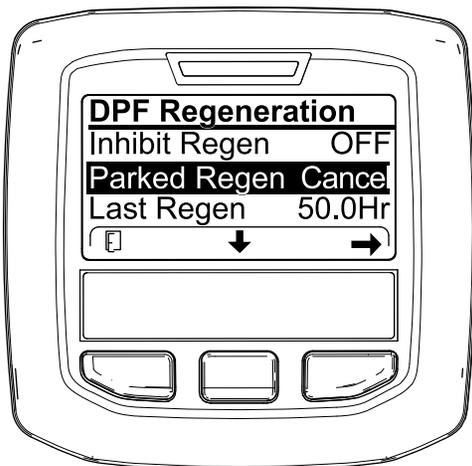

图35
1. 访问 DPF Regeneration（DPF 再生）菜单（图35）。
2. 按中间按钮可向下滚动至 PARKED REGEN CANCEL（驻车再生取消）（图35）或 RECOVERY REGEN CANCEL（恢复再生取消）选项（图36）。
3. 按右侧按钮选择 Regen Cancel（再生取消）条目（图35 或图36）。